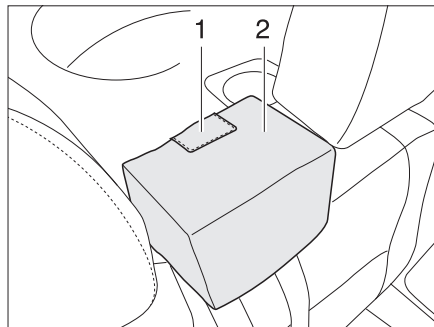

Fig. 18 Ceinture de sécurité banquette
- Presser fermement le bloc ceinture (Fig. 18,2) vers le bas des deux mains et le relâcher.
- Presser sur la zone indiquée (Fig. 18,1) du coussin.